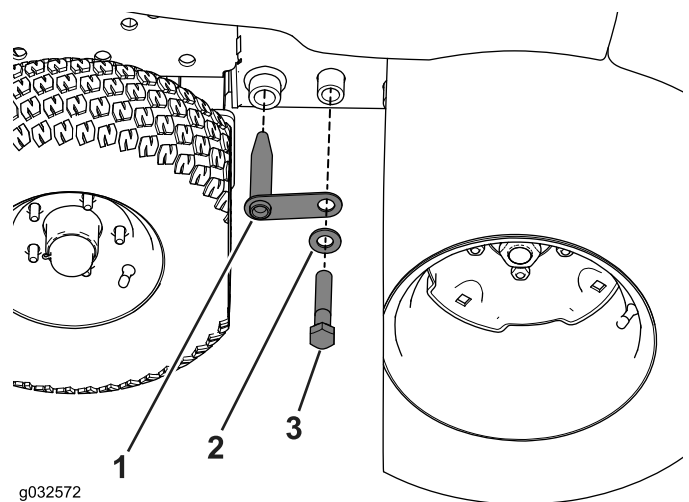

Figure 117
7. Retirez le boulon, la rondelle et la barre d'accouplement du cadre de la machine (Figure 117).